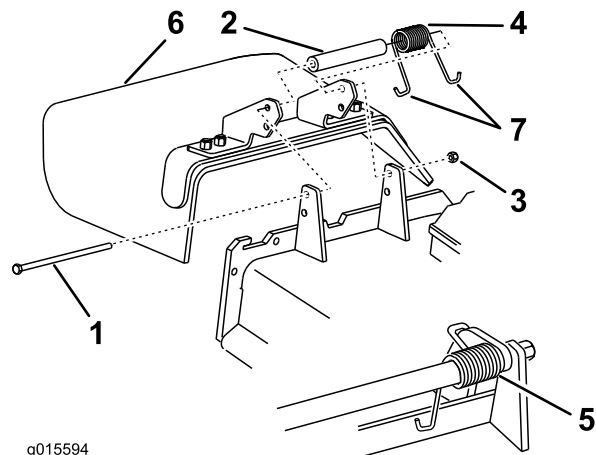

Figure 106
**Remarque:** Prenez soin de placer 1 extrémité en J du ressort derrière le bord du tablier avant de mettre le boulon en place, comme montré à la Figure 106.
6. Accrochez l'extrémité en J du ressort au déflecteur d'herbe (Figure 106).
1. Retirez le contre-écrou, le boulon, le ressort et l'entretoise qui fixent le déflecteur aux supports de pivot (Figure 106).
2. Enlevez le déflecteur s'il est endommagé ou usé (Figure 106).